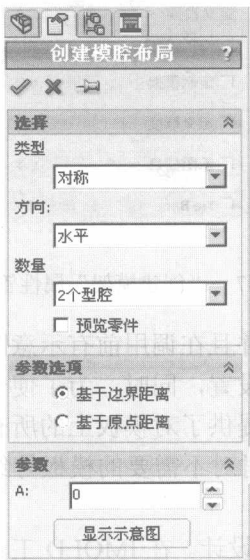

图 1-4 “创建模具布局”属性管理器
(1) 布局设计系统。在 IMOLD 工具栏中单击 (模具布局) 按钮，弹出快捷菜单。单击“创建模具布局”命令，弹出如图 1-4 所示的“创建模具布局”属性管理器。